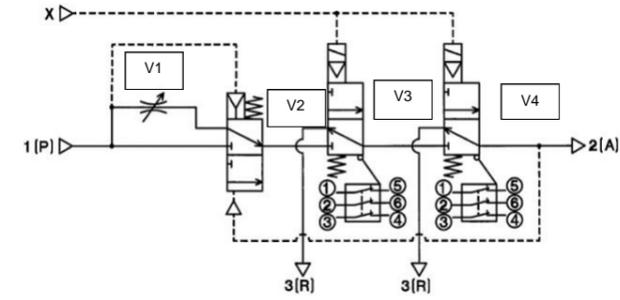
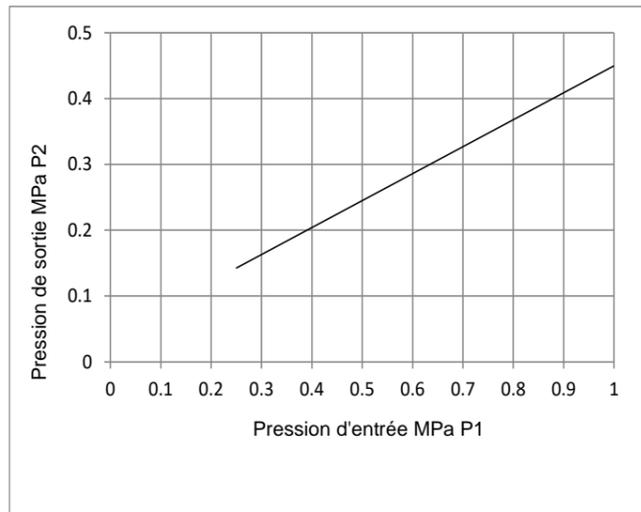

Figure 4. Pilote externe, variant de commutateur Rockwell
Figure 5. Pression de commutation (Fermer → Ouvrir) du distributeur à démarrage progressif V2
- Dans une application liée à la sécurité, le système de sécurité de la machine activera les vannes de sécurité (V3 et V4 dans la Figure 4) lorsque la machine pourra fonctionner sans problème. Lorsque les deux distributeurs sont activés, l'air circule dans le système protégé via l'orifice 2 (A). Le débit est initialement limité par la vanne à pointeau V1 et la pression dans le système protégé restera faible à mesure que le système se remplira ou que les actionneurs se déplaceront lentement. La pression finira par augmenter lorsque le système sera plein ou que les actionneurs s'immobiliseront. Lorsque la pression de P2 augmente (voir figure 5), la vanne V2 commute et le distributeur V1 est court-circuité. Dans ces conditions, l'air circulera dans le système protégé selon les chiffres indiqués à la section 2.3.
- Lorsque l'une des vannes V3 ou V4 est désactivée, le système protégé est ventilé à l'atmosphère. Lorsque la pression du système protégé tombe en dessous de P2 (voir Figure 5), le distributeur V2 revient à son état de ressort, V1 limitant le débit à V3 et V4.